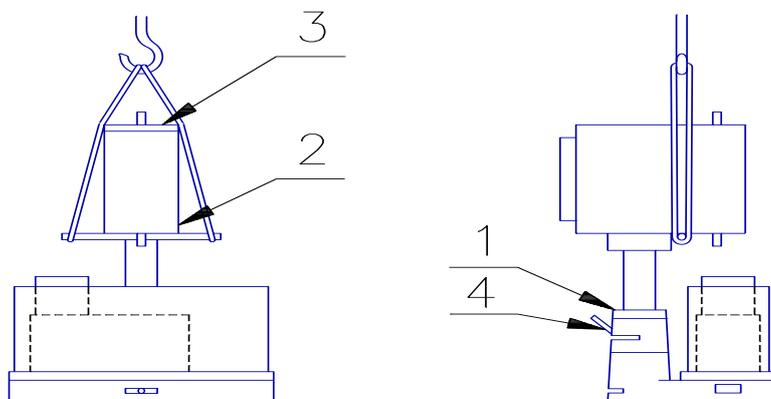

Рис. 9
Станок весит приблизительно 1430 кг без оборудования и упаковки. Подъем станка осуществляется посредством переключины (предоставляется в комплекте со станком – см. рис. 9, пункт 2). Между ремнями помещается доска, см. пункт 3.
6. Ослабьте защитные винты (пункт 1 на рис. 9) и рукоятку (пункт 4 на рис. 9).
7. Теперь можно поднять хонинговальную коробку и колонну примерно на 300 мм, как это показано на рис. 9.
**ВАЖНО:** Никогда не пытайтесь поднять станок, в то время как хонинговальная коробка сама находится в поднятом положении. Если станок требуется передвинуть, нужно снова опустить колонну, а также раскрутить предохранительные винты (пункт 1, рис. 9).